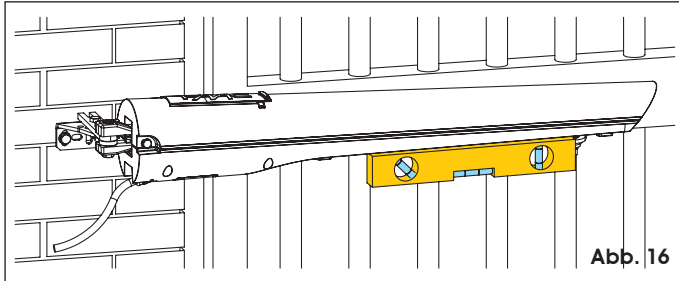

Abb. 16
9. Mit einer Wasserwaage sicherstellen, dass der Antrieb perfekt waagrecht ist (siehe Abb. 16) und mit Klammern oder zwei Schweißpunkten provisorisch befestigen.